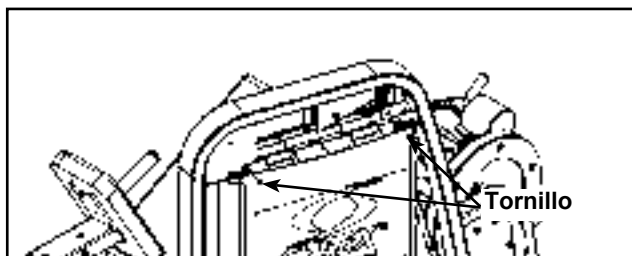

Figura 4
- G. Quitar los dos tornillos superiores que aseguran la cubierta trasera. Véase El Figura 4.